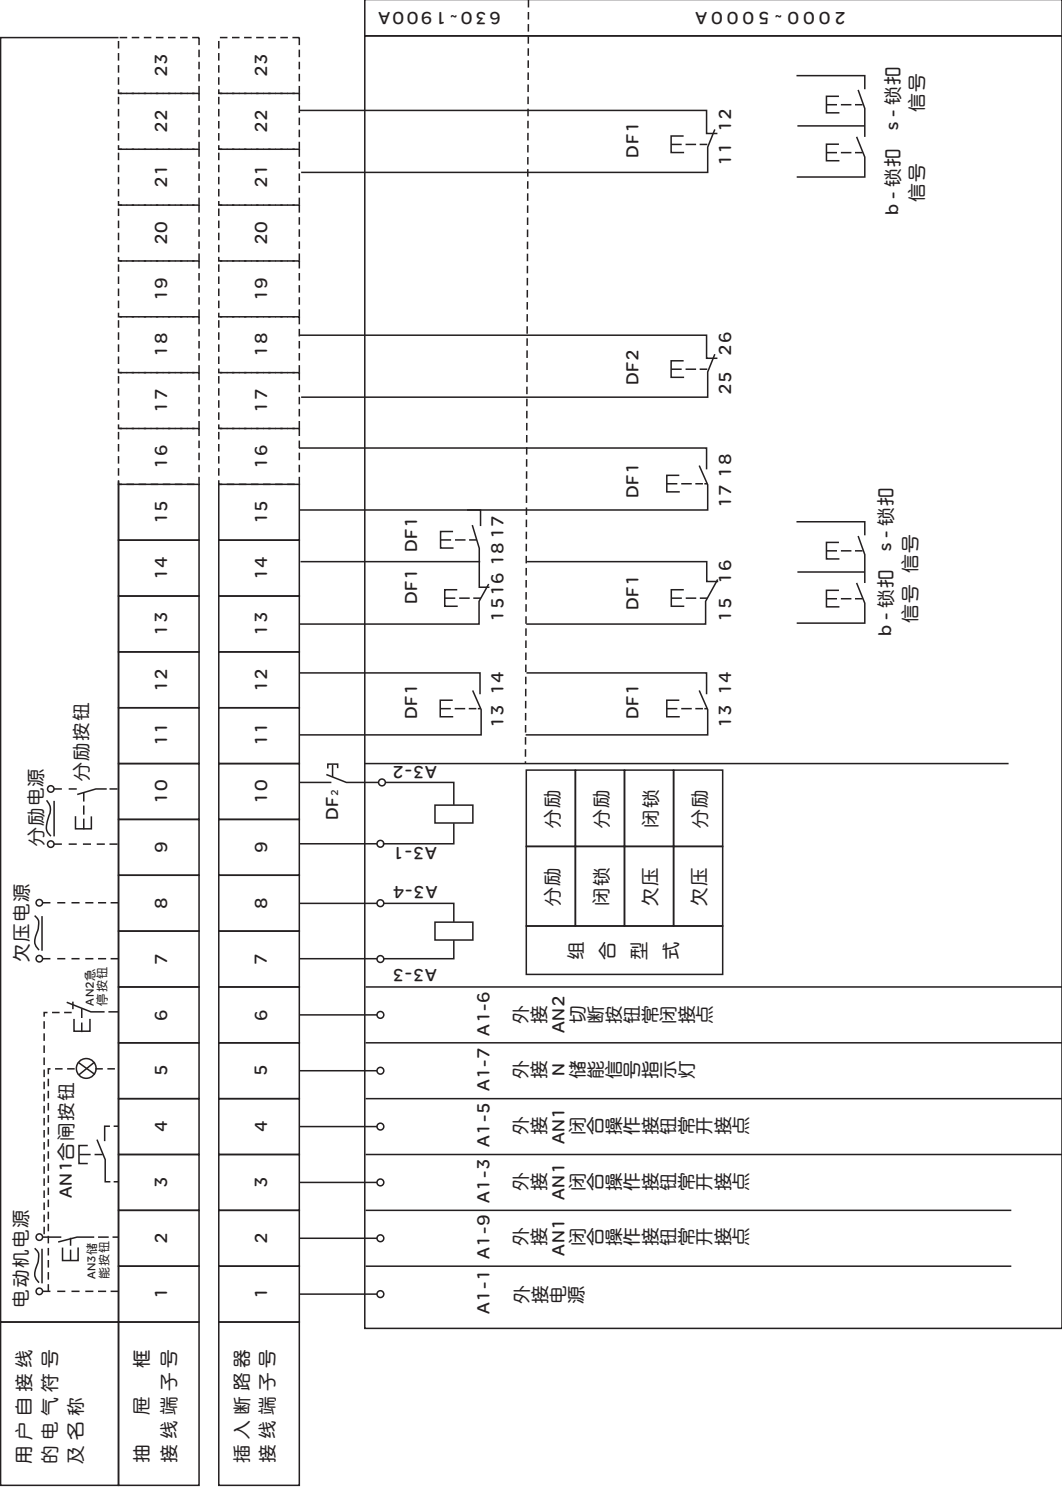

图10
b) 抽屉式断路器预储能带释能电动机操作二次回路接线说明见图10